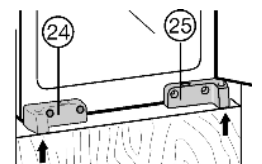

Fig. 12
- Alinee el aparato teniendo en cuenta la profundidad: Alinee el borde delantero del soporte de cojinete Fig. 12 (24), el soporte de cojinete Fig. 12 (25) y la brida en U Fig. 12 (22) con el canto delantero de la base y la pared del mueble.